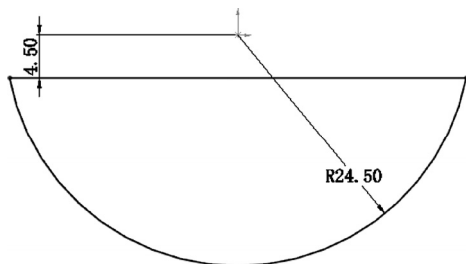

图 11-3 绘制草图
**02** 绘制草图。在左侧的“FeatureManager 设计树”中用鼠标选择“前视基准面”作为绘制图形的基准面。单击“草图”控制面板中的“圆”按钮、“直线”按钮和“裁剪实体”按钮，绘制草图，结果如图 11-3 所示。